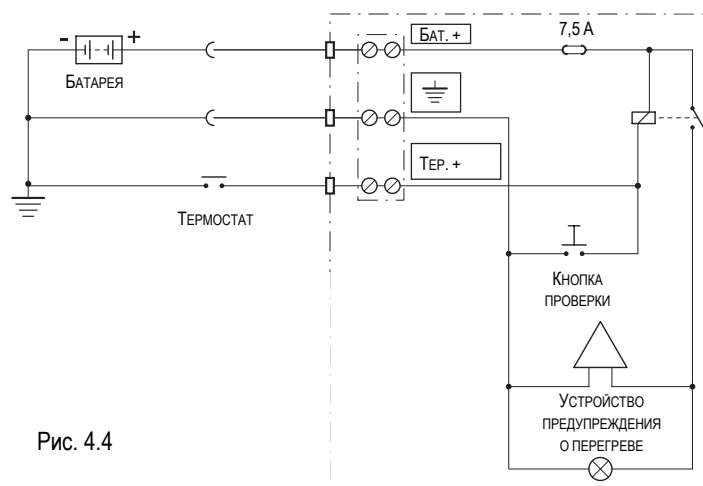

Рис. 4.4
- Подключите термостат, расположенный на коллекторе (см. Также перечень компонентов), согласно схеме на Рис. 4.4, принимая во внимание характеристики термостата.
- Если поставляемый в качестве дополнительного оборудования блок не используется, сделайте проверочную схему, как показано на рис. 4.4.
3. Частое включение системы предупреждения о перегреве означает, что насос работает на пределе своих возможностей. Следовательно, рекомендуется установить частоту вращения и снизить степень вакуума и время работы. Регулярно проверяйте надлежащую работу системы с помощью кнопки (Рис. 4.4).